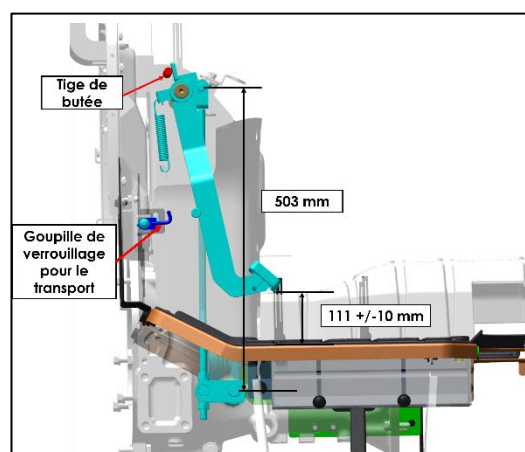

Fig. 170 - RÉGLAGES DE L'EMBRAYAGE
2. Maintenez la pédale d'embrayage à une hauteur de 111 +/- 10 mm, mesurée entre le support du marchepied et le bord de la pédale, comme le montre la fig. 170.